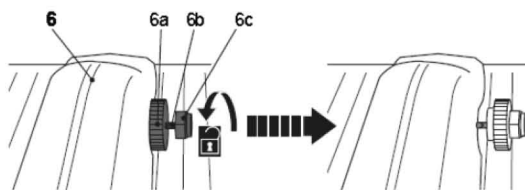

Fig.14
- > Afloje la perilla de bloqueo (6a) girándola en sentido antihorario hasta que la perilla toque la tuerca (6c) (Fig. 14).